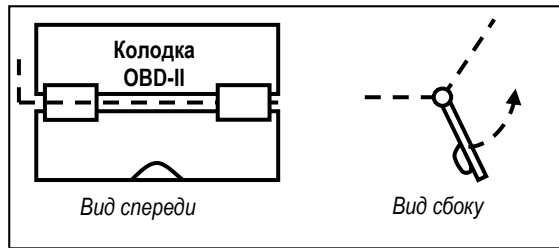

Рисунок 11. Шарнирный кожух.
- небольшой шарнирный кожух из твердого пластика, закрывающий колодку OBD-II (см.рисунок 11);